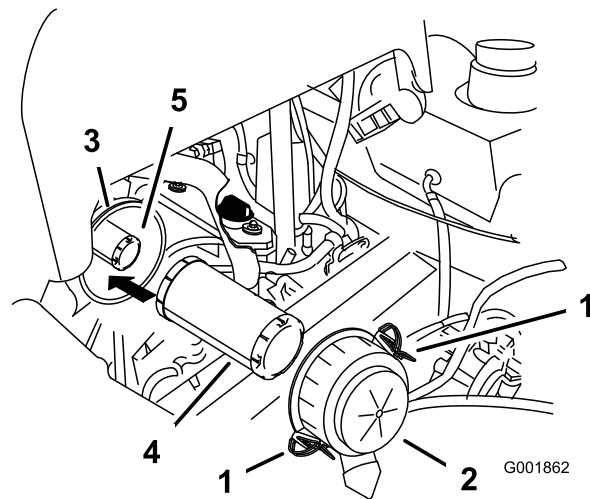

Figura 40
4. Abra los cierres del limpiador de aire y tire de la tapa del limpiador de aire para separarla de la carcasa del limpiador de aire (Figura 40).
6. Extraiga con cuidado el filtro primario del cuerpo del limpiador de aire (Figura 40). Evite golpear el filtro contra el lado de la carcasa.
1. No limpie el filtro de papel. Cámbielo cada 200 horas de funcionamiento (Figura 40).
4. Instale la tapa del limpiador de aire con el lado que lleva la palabra UP hacia arriba, y fije los cierres (Figura 40).